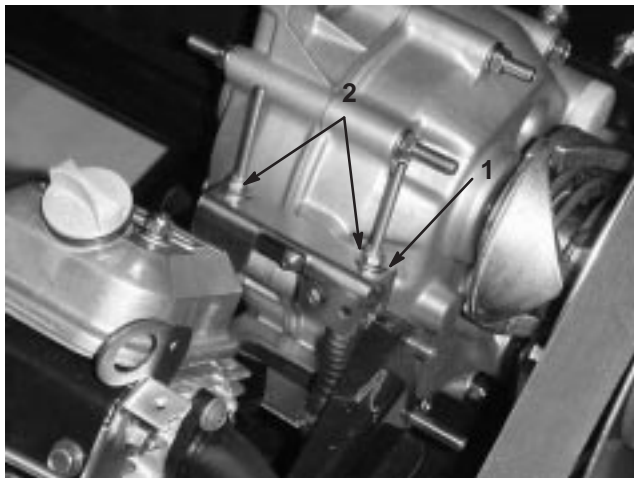

Bild 18
Wenn Sie regelmäßige Wartungsarbeiten und/oder eine Motordiagnostik durchführen, müssen Sie die Antriebsachse zunächst auf Neutral schalten (Bild 18). Der Schalthebel weist eine Neutralstellung auf, die den Leerlauf der Antriebsachse bestimmt. Treffen Sie die folgenden Maßnahmen, um sicherzustellen, dass der Schalthebel in der Neutralstellung die Antriebsachse auch richtig auf Neutral schaltet:
2. Stellen Sie die Neutralhalterung an der Antriebsachse auf Neutral (nivelliert), drehen die Antriebskupplung und kontrollieren, ob das Fahrzeug hin und her rollt (Bild 18).
3. Ziehen Sie eine der Sicherungsmuttern (Bild 18) nur so weit fest, dass das Spiel aus dem Schaltzug entfernt wird.